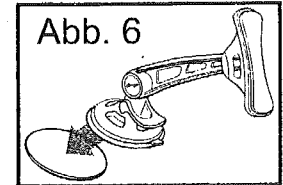

Abb. 6
2. Entfernen Sie das Papier auf der Haftscheibe und drücken Sie die Haftscheibe am Armaturenbrett oder der Konsole (Abb.6) fest.
3. Platzieren Sie den Sockel des Saugtellers (A) über den Mittelpunkt der kreisförmigen Scheibe ((Abb.6). Halten Sie den Sockel über der Oberseite der Scheibe. Drücken Sie den Saugteller (A) gegen das Armaturenbrett oder die Konsole und klappen Sie den Hebel in Richtung des Saugtellers (A) in die verriegelte Position.